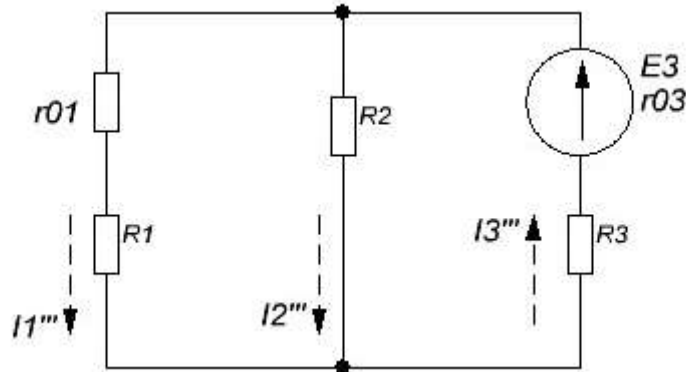

Рисунок 3 – Схема протекания частичных токов от E_3
2. Определяем частичные токи от третьей ЭДС, приняв $E_1 = 0$. Схема принимает вид, представленный на рис.3.
2.1. Определяем общее сопротивление схемы (рис.3):